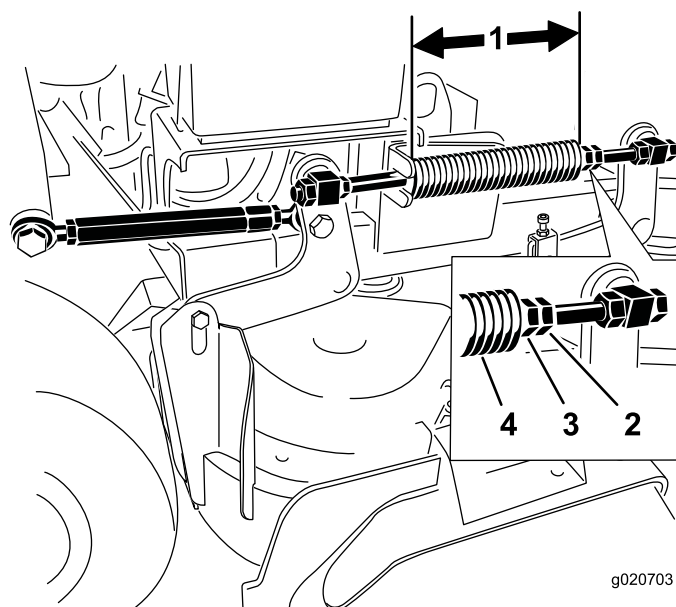

Figure 88
Remarque: La longueur nominale est de 28,2 cm (11-1/8 po) pour les tabliers de coupe de 91 cm (36 po) et de 25,7 cm (10-1/8 po) pour les tabliers de coupe de 102 cm (40 po) (Figure 88).
3. Réglez cette distance en desserrant l'écrou de blocage du ressort et en tournant l'écrou devant chaque ressort (Figure 88).
4. Bloquez l'écrou en position en serrant l'écrou de blocage du ressort (Figure 88).